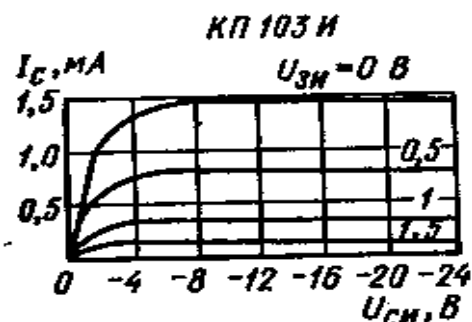

Рис. 21.7.
21.7.3. Для польового транзистора КП103И, використовуючи характеристики на рис.21.7 і 21.8, визначити опір постійному струму  $R_o$  при напругах –  $U_{СВ}=10\text{В}$  і  $U_{ЗВ}=0,5\text{В}$ .
21.7.4. Для польового транзистора КП103И, використовуючи характеристики на рис.21.7 і 21.8, визначити опір постійному струму  $R_o$  при напругах –  $U_{СВ}=10\text{В}$  і  $U_{ЗВ}=1,0\text{В}$ .
21.7.5. Для польового транзистора КП103И, використовуючи характеристики на рис.21.7 і 21.8, визначити опір постійному струму  $R_o$  при напругах –  $U_{СВ}=10\text{В}$  і  $U_{ЗВ}=1,5\text{В}$ .